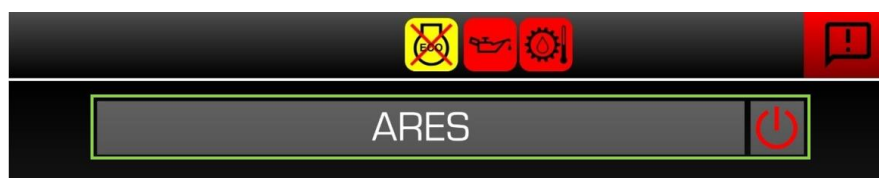

Рисунок 3.77. Вкладка «ARES»
- ▷ Страница «ARES» открыта, см. рис. 3.77.